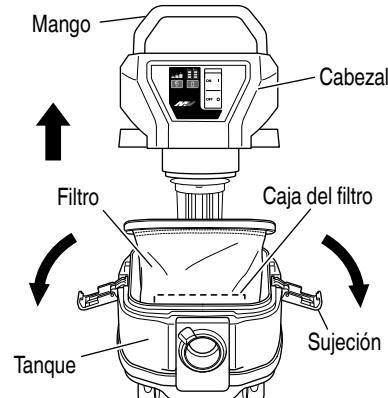
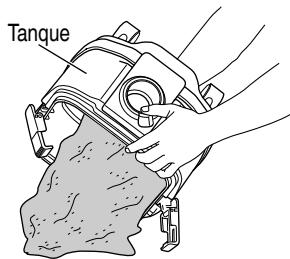

Fig. 20
Fig. 21
- (1) Quite las sujetaciones (2 unidades) y levante el mango del cabezal. **(Fig. 20)**
- (2) Mientras golpea ligeramente el lado interior del filtro varias veces, quite el polvo que se haya adherido al filtro.
- (3) Incline el tanque y vacíe el polvo. **(Fig. 21)**
- (4) Acople el filtro, la caja del filtro, el cabezal y la sujetación en las posiciones iniciales.